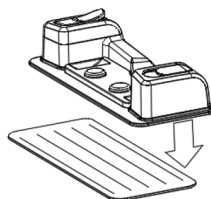

Fig. 7
3. Mettre le tissu de la vadrouille (Fig. 7).